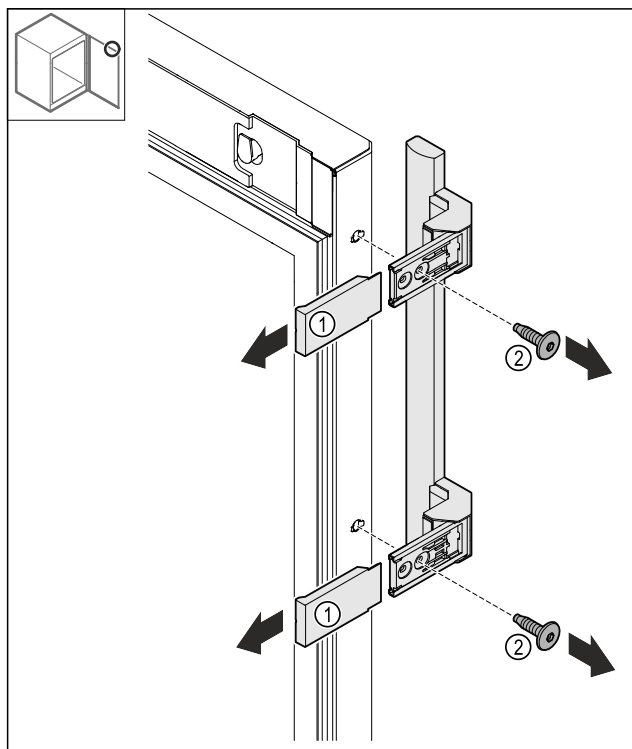

Fig. 24
- ▶ Træk afdækningerne Fig. 24 (1) af.
- ▶ Løsn skrueerne Fig. 24 (2).